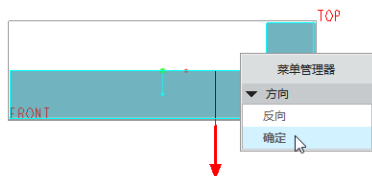

图 1-217 指定方向
(12) 系统提示：箭头表示折弯轴边；选择“反向”或“确定”。在图 1-217 所示的“方向”菜单中选择“确定”命令。